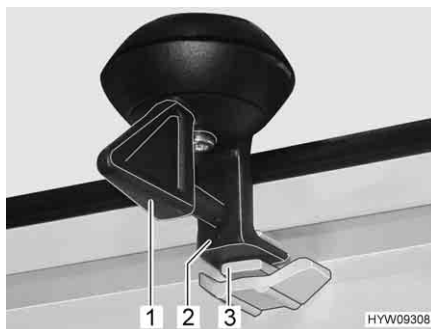

Fig. 64 Bloccaggio (posizione di ricircolo d'aria)
- Ruotare la leva (Fig. 64,1) di un quarto di giro. Il bloccaggio (Fig. 64,2) deve entrare nella rientranza superiore (Fig. 64,3).